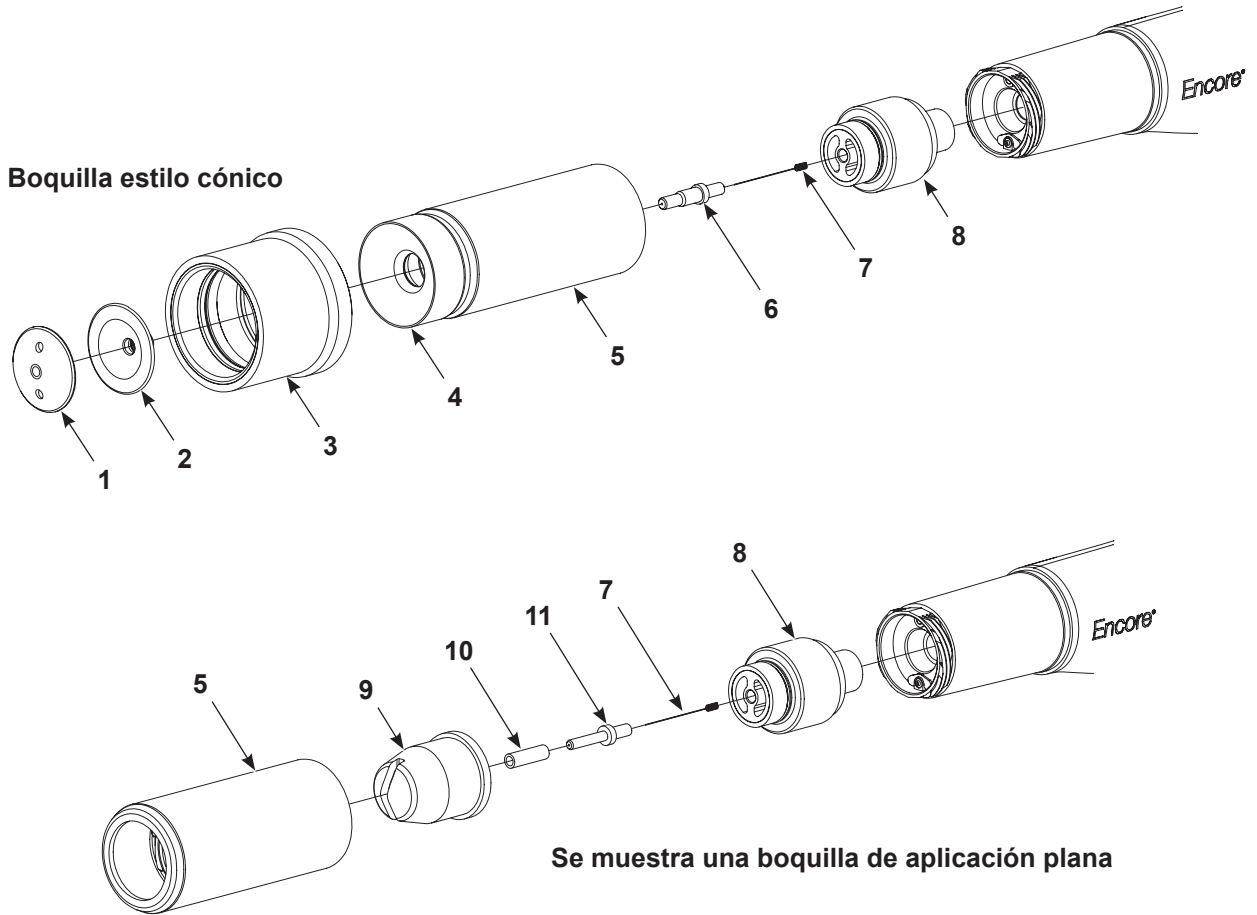

Figura 7 Cambio de boquilla de aplicación cónica a plana o en esquina (se muestra con boquilla de aplicación plana)
Ver la Figura 7. Para cambiar de la boquilla cónica estándar a una boquilla de aplicación plana o en esquina, deben pedirse los siguientes artículos:
3. Ver la Figura 7. Retirar la boquilla de la pistola: